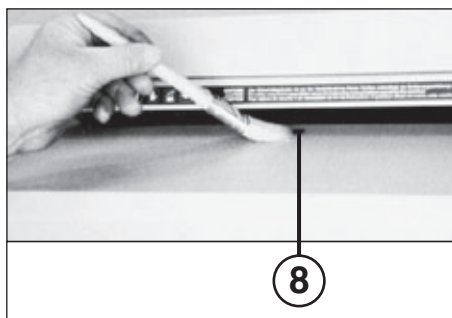

Fig. 5
FOTOCELLEN SCHOONMAKEN (8) (Fig. 5): Mochten er stukjes papier in de machine achtergebleven zijn (bijv. na een papierdoorvoerstoring) is het mogelijk dat het apparaat door de "bezette" lichtsluis niet meer uitschakelt.